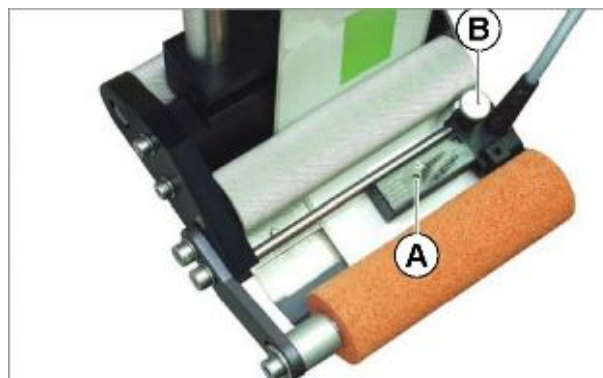

Рис. 29. Датчик этикетки (Wenglor, модель OPT242-P800)
1. Отверните барашковый винт (Рис. 29В).
Светодиодный индикатор (Рис. 29А) загорается, когда датчик наведен на этикетку.